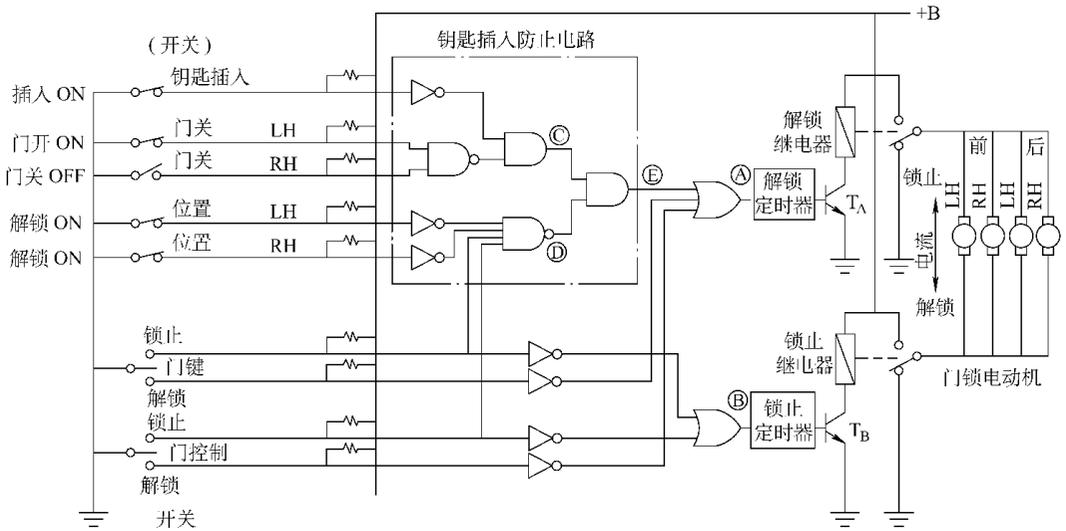

图 1-20 门锁控制系统的控制电路
(2) 闭/开锁动作。图 1-20 是门锁控制系统的控制电路图，进行门锁电动机的正转、反转的交替控制。为避免电动机通电时间过长引起发热，利用定时器限制通电时间。
利用门钥匙开关或门控制开关使触点位于开锁侧，则向“或”门(A)输出“Hi”，开锁定时器进行工作，约 0.2s 晶体管  $T_A$  处于接通状态，所有门锁电动机电流如图 1-20 中所示向下方向流动，被开锁（处于脱开状态）。“和”门(E)的输出，只要不把钥匙插入发动机钥匙筒中，则处于“LO”位置，所以与“或”门的输出无关。
由于门钥匙开关或门控制开关的作用，进行闭锁操作，则向“或”门(B)输出“Hi”，锁闭定时器工作，约 0.2s 晶体管  $T_B$  接通，所有门锁电动机电流如图 1-20 所示向上方向流动，处于闭锁状态。
(3) 防止钥匙锁闭。钥匙插入发动机钥匙锁芯而忘了拔出，门继续开着。当关门时，由于门锁按钮或门控制开关的操作作用，门锁机构处于上锁状态，所以门关闭（即使不使用钥匙，但主要是为了开锁方便）。
图 1-20 中的虚线部分是钥匙插入防止电路。当钥匙插入发动机钥匙锁芯没有拔出时，驾驶座或副驾驶座的门开着，“和”门 (C) 输出“Hi”，这时，操作门锁按钮，使门锁机构处于上锁状态，则位置开关处于断开，D 门输出“Hi”。此外，利用门控制开关即使操作上锁，开关的“LO”信号向 D 门输出，D 成为“Hi”。所以，从 E 门输出“Hi”，使解锁定定时器工作电动机向开锁一侧驱动，使其不形成闭锁状态。这时，驾驶员必须注意把钥匙从发动机钥匙锁芯中拔出。